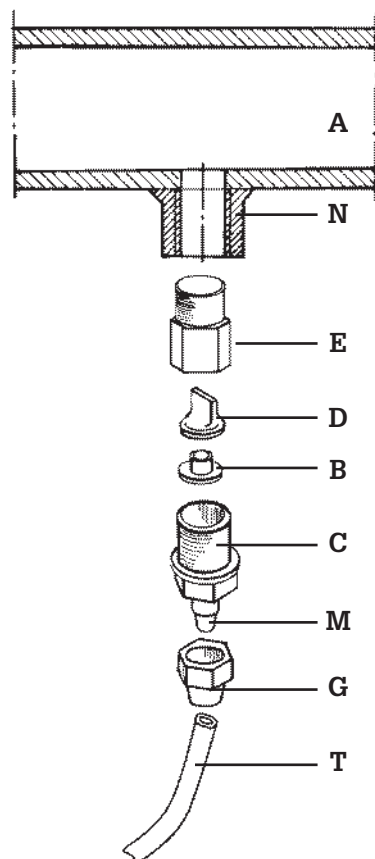

Fig. 8
- f. - Applicare sulla condotta dell'impianto da trattare, nel punto più idoneo per effettuare l'iniezione del prodotto da dosare, un raccordo in acciaio da 3/8" gas femmina. Tale raccordo è escluso dalla fornitura. Avvitare la valvola di iniezione nel raccordo utilizzando come guarnizione del Teflon Fig. 8. Connettere il tubetto all'attacco conico della valvola d'iniezione e bloccarlo con l'apposita ghiera. La valvola di iniezione è anche valvola di non ritorno.
### 3.1 - SCHEMA DI MONTAGGIO VALVOLA DI INIEZIONE Fig. 8